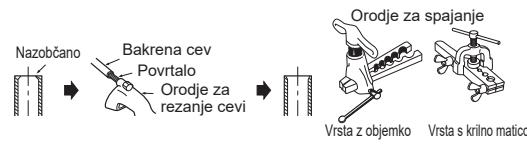

Fig. 4
- Pri napeljavi odtočnega cevovoda poskrbite, da je odtočna cev (1) napeljana, kot je prikazano. (Fig. 4)
- Spajanje cevi (Fig. 4, 5). Čvrsto primite bakreno cev velikosti, ki je navedena v razpredelnici. Glede na vrsto orodja, ki ga uporabljate, v razpredelnici izberite ustrezno dolžino A v mm.